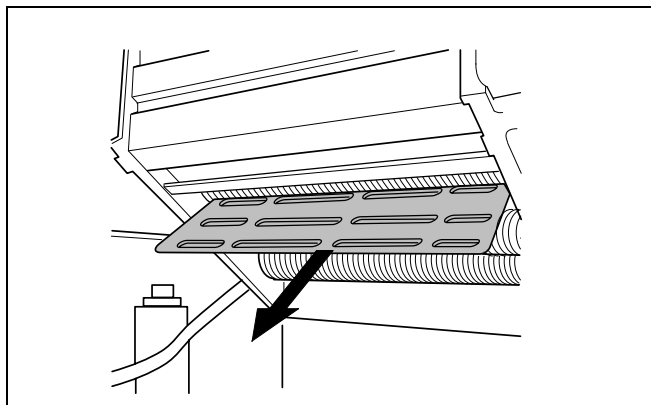

Fig. 38 Diaframma
- Estrarre il diaframma (fig. 38).
- Estrarre quindi il diaframma (fig. 38) e rimuovere le particelle di sporco eventualmente infiltratesi.